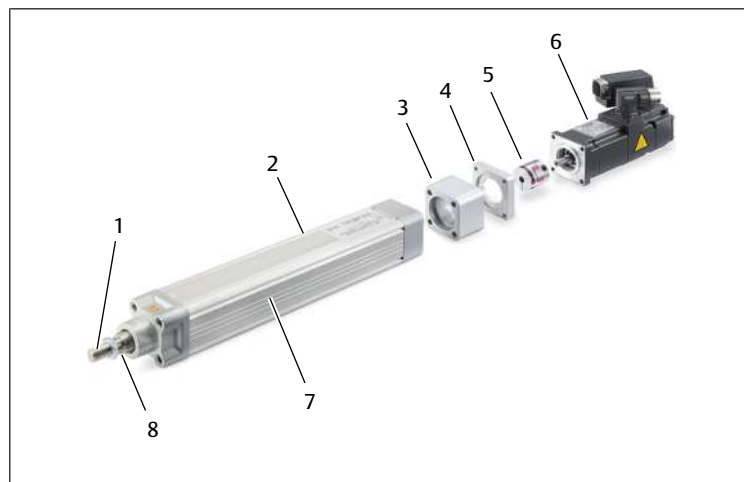

Abb. 2: Überblick (Baugröße 32/40/63 mm)
- Für Baugröße 32/40/63 mm. Siehe → Abb. 2.